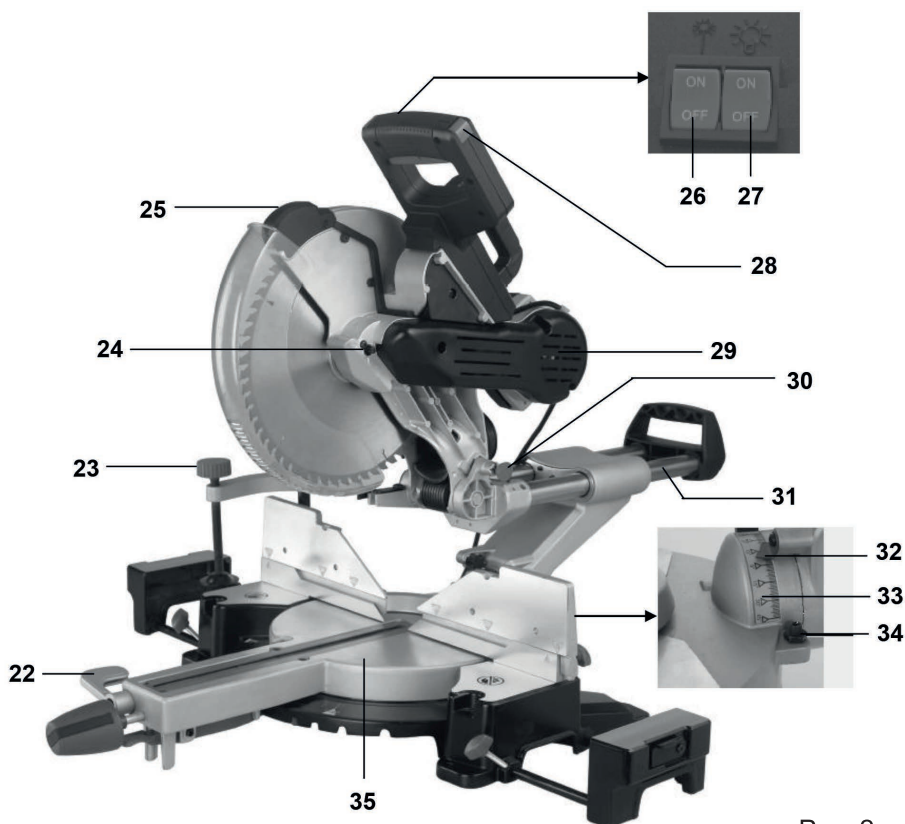

Рис. 2
Нажмите и удерживайте кнопку блокировки шпинделя (24) (Рис. 2), проверните пильный диск (14) и зафиксируйте его.
6.6. Лазерный указатель (Рис. 2)